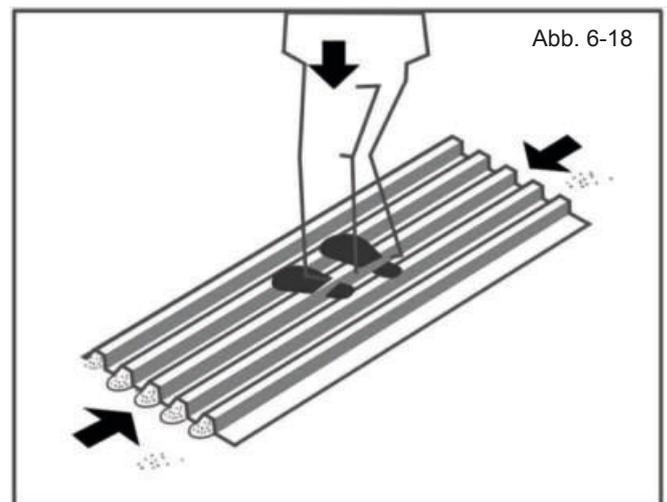

Abb. 6-18
- b) Verfestigen Sie dieses Material indem Sie sich auf die Fußbleche stellen und herum laufen bis keine Stelle darunter mehr nachgibt (Abb. 6-18).